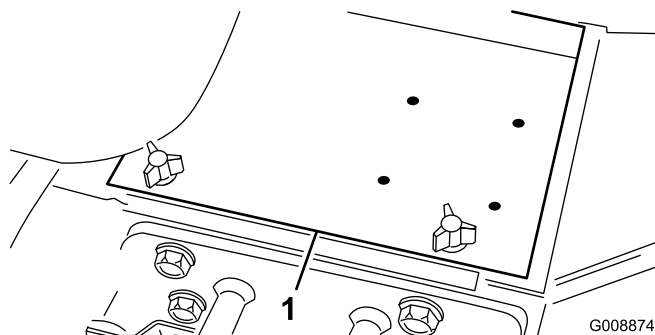

Figure 41
2. Desserrez les boutons et déposez le couvercle de la batterie (Figure 41).